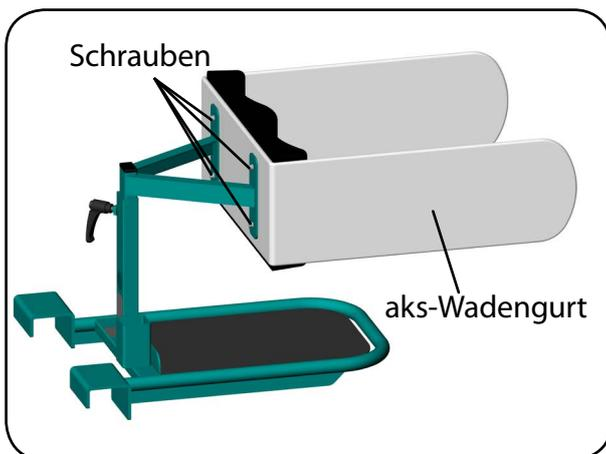

Abb. 6.5.02 – aks-Wadengurt montieren
2. Positionieren Sie den aks-Wadengurt zwischen der Schienbeinstütze und der Schienbeinpolsterung und fixieren Sie den aks-Wadengurt über die vier Befestigungsösen mit den Schrauben (Abb. 6.5.02).